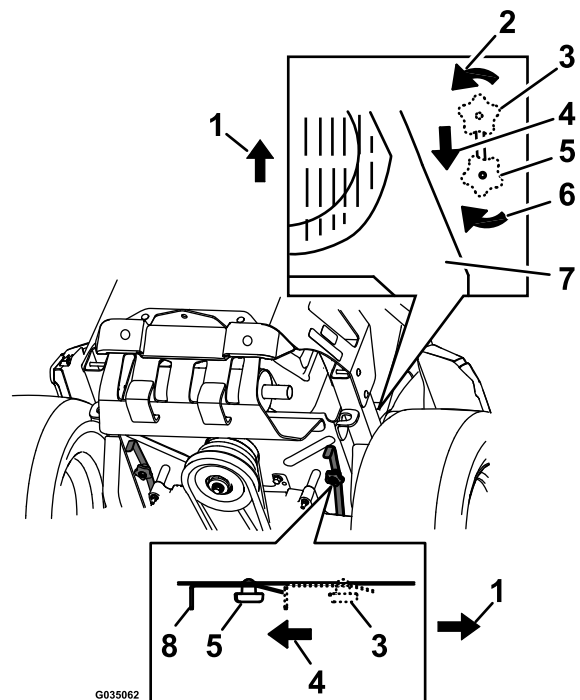

Figura 33
4. Para empurrar a máquina, mova as alavancas de derivação para trás e bloqueie-as no sítio (Figura 33).
6. Para fazer funcionar a máquina, desloque as alavancas de derivação para a posição FRENTE e bloqueie-as no sítio (Figura 33).